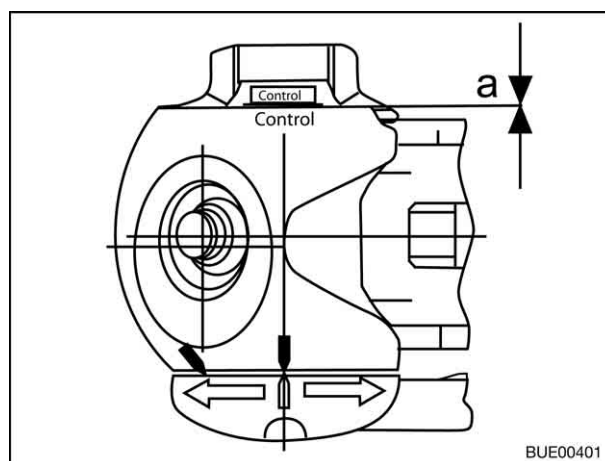

Fig. 101 Controllo usura
- Distanza  $a = 0$  (Fig. 101):